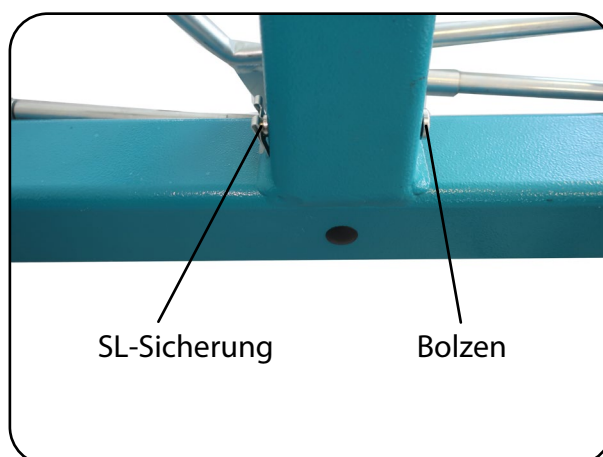

Abb.13.2.02 – Standmastaufnahme
4. Entfernen Sie an der Standmastaufnahme die SL-Sicherung mit dem Bolzen und klappen Sie den Standmast langsam und kontrolliert nach vorne (Abb. 13.2.02).